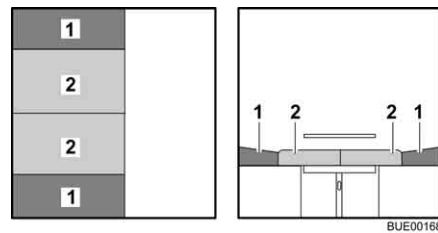

Fig. 91 Après la transformation
- Tirer les coussins d'assise (Fig. 91,2) vers le centre.
- Placer les coussins de dossier (Fig. 91,1) entre les coussins d'assise et la cloison.